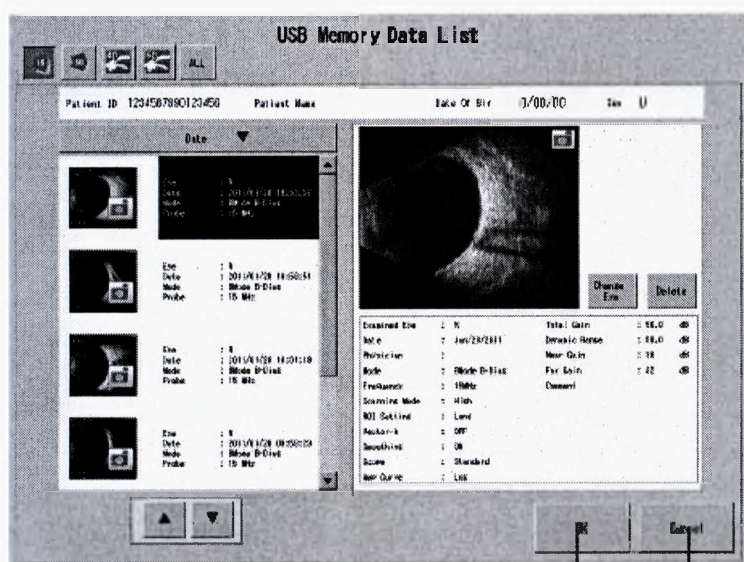

Рис. 2
3) Также вы можете просмотреть изображение, выбрав его из списка данных. Коснитесь кнопки "USB Data List" (3), чтобы открыть окно "USB Memory Data List" (Рис. 2).